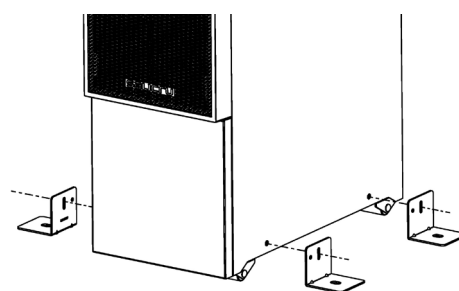

Fig. 17. Instalación de los soportes estabilizadores.
2. Instale los soportes estabilizadores para mejorar la estabilidad de la unidad, se indica en la Fig. 17.